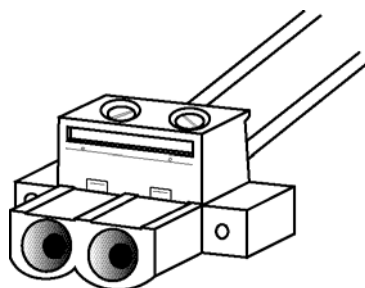

Рис. 3.6. Разъем силового кабеля внутреннего блока CFQ-SD.
1. Для подсоединения к силовому разъему постоянного тока, расположенному на передней панели внутреннего блока CFQ-SD, необходим силовой кабель внутреннего блока CFQ-SD. Соединительный разъем силового кабеля (Phoenix Contact P/N 17 86 83 1), необходимый для прокладки кабеля, поставляется с внутренним блоком CFQ-SD. Разъем оснащен винтовым контактным зажимом для соединения проводов 24 AWG и 12 AWG. Рекомендуется использовать провода 18 AWG для прокладки силовых кабелей длиной до 10 футов, обеспечивающих постоянный ток напряжением -48 В. Второй конец силового кабеля внутреннего блока CFQ-SD должен иметь оконечный разъем, совместимый с используемым источником питания. Силовой кабель внутреннего блока CFQ-SD должен иметь достаточную, но не излишнюю длину, для того чтобы избежать скручивания и обеспечить служебную петлю для соединения. Чтобы снизить нагрузку на силовой разъем внутреннего блока CFQ-SD, сплошной проводник должен иметь тросовую подвеску. Если используется входящий в комплект поставки силовой разъем, контакт 2 (обозначенный **-V**) должен быть подсоединен к источнику питания постоянного тока напряжением -48 В, а контакт 1 (обозначенный **RET**) должен быть подсоединен к обратному проводу источника питания, рис. 3.6. Необходимо учесть, что контакт 1 (**RET**) силового разъема внутреннего блока CFQ-SD заземлен на корпус внутри блока. Использование источника питания с ненадлежащим заземлением может привести к повреждениям внутреннего блока CFQ-SD и/или нарушить подачу питания.
2. Подсоединить силовой кабель внутреннего блока CFQ-SD к источнику питания постоянного тока напряжением -48 В и подключить щупы вольтметра к тому концу силового кабеля, который предназначен для подсоединения к радиоблоку (этот конец должен быть отсоединен). Положительный щуп вольтметра необходимо подключить к контакту 2 силового разъема (**-V**), а отрицательный – к контакту 1 (**RET**). Головки винтов винтового зажима разъема можно использовать как контрольные точки, см. рис. 3.6.
6. Подсоединить силовой кабель к силовому разъему на передней панели внутреннего блока CFQ-SD. Подключить щупы вольтметра к головкам винтов винтового зажима кабельного разъема, аналогично тому, как описано в шаге 2, см. рис. 3.6. Необходимо учитывать, что внутренний блок CFQ-SD не оснащен выключателем питания. Когда подключено питание постоянным током, цифровое радиооборудование включается и начинает работу. На порте антенны может присутствовать радиоизлучение мощностью до 320 мВт. Когда подключено питание, антенна должна быть точно направлена.